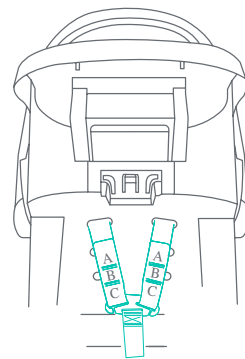

Fig. 32-2
8. Vuelva a montar las Correas del arnés en la Placa de ajuste del cinturón. Proceda primero con la Correa del arnés izquierda, y luego con la derecha. Verifique que las Correas del arnés estén completamente dentro de la arandela de la Placa de ajuste del cinturón (Fig. 32-2). Tiene tres posiciones de ajuste en el arnés.